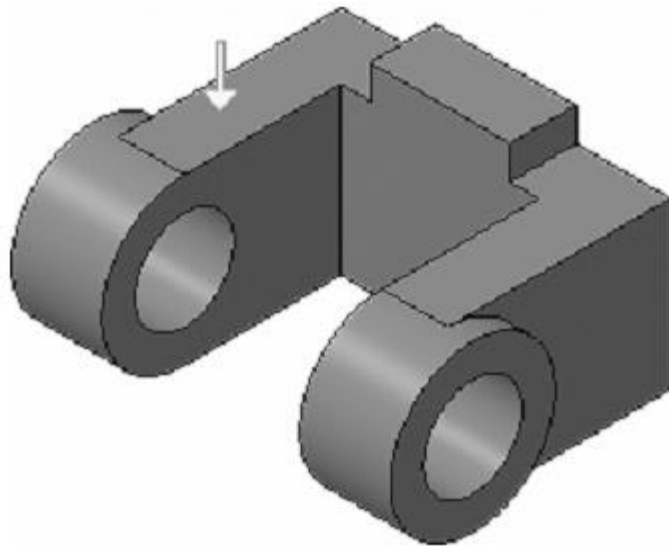

Рисунок 26.
5. Нажмите кнопку Создать объект (рис. 26).
3. Нажмите кнопку **Невидимые линии тонкие** на панели **Вид**. Невидимые ребра модели будут отображаться более светлым цветом. (рис. 26)